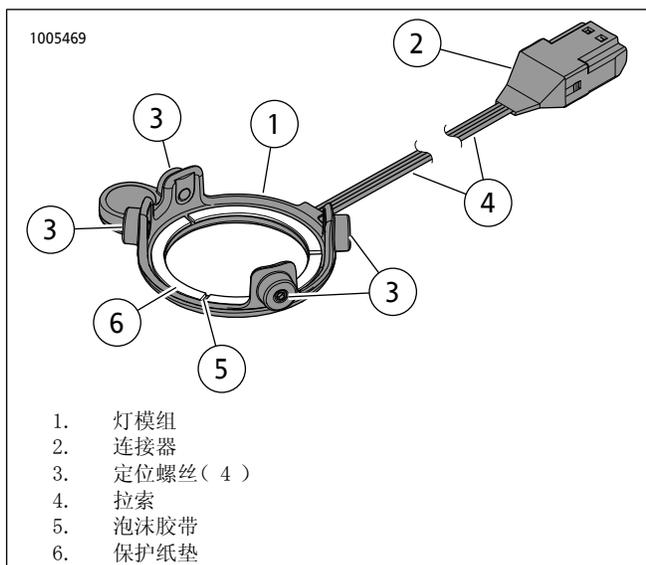

图9。圆形Stage I扬声器LED灯
3. 参见图9。从灯模组(1)背面的泡沫胶带(5)去掉保护纸垫(6)。